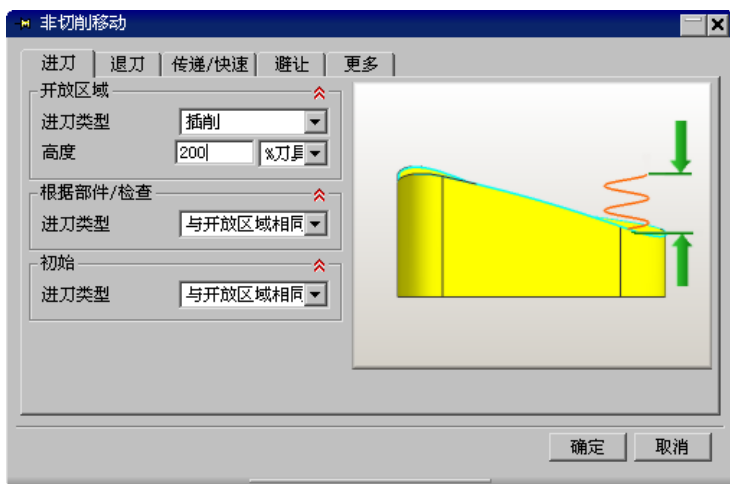

图 4.9.12 “进刀”选项卡
Step2. 单击“非切削移动”对话框中的 **进刀** 选项卡，其参数设置如图 4.9.12 所示，完成后单击 **确定** 按钮。